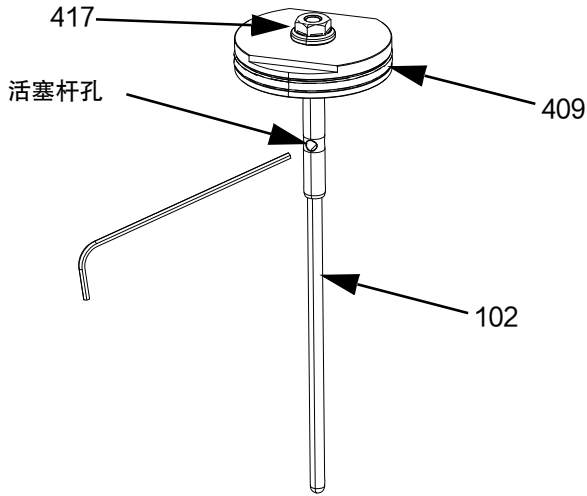

图 20
- b. 将活塞 (409) 的平面放在台钳中、并使活塞杆朝上。从活塞 (409) 上拧下活塞杆 (410)。
- c. 检查活塞 (409) 和活塞杆 (410) 是否损坏。必要时进行更换。
7. 对于带顶针密封组件的阀门（图 20）：
- a. 将内六角扳手穿过胶嘴组件 (102) 的孔、然后使用 7 毫米套筒或扳手松开螺母 (417)。
- b. 将活塞 (409) 的平面放在台钳中、并使活塞杆朝上。从活塞 (409) 上拧下胶嘴组件 (102) 的螺纹。
- c. 检查活塞 (409) 和胶嘴组件 (102) 是否损坏。如有必要可将其更换。